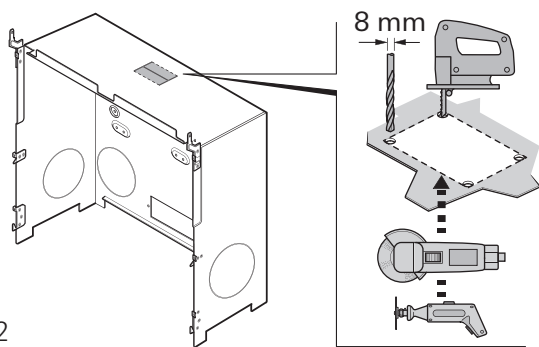

Fig. 12
- ▶ Prépercer quatre trous dans les coins avec un foret de 2,8 mm et percer avec un foret de 8 mm (Fig. 12).
- ▶ Scier le trou rectangulaire. Pour cela, on peut par exemple utiliser une scie sauteuse, un outil multifonctionnel avec un disque de coupe des métaux ou une petite paire de ciseaux à métaux. (Fig. 12).